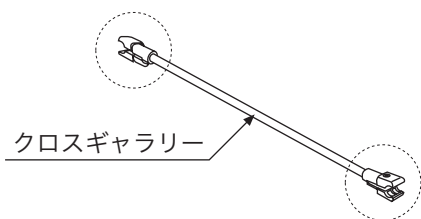

図1
- ・クロスギャラリーのネジをゆるめます。（図1）
- ・クロスギャラリーのネジを締めます。（図1）